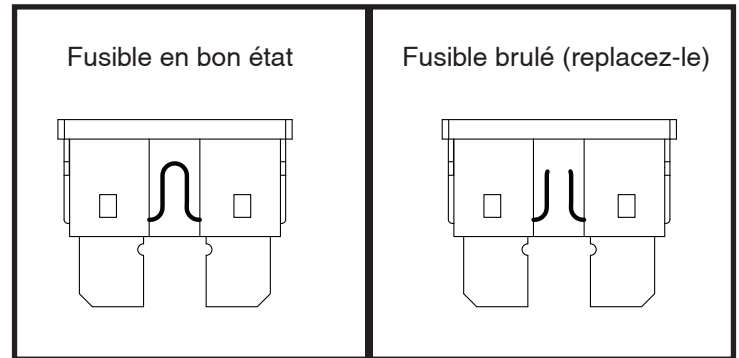

Figure 21. Le remplacement des fusibles
2. Examinez-le pour vérifier s'il est brûlé. Voir la figure 21.